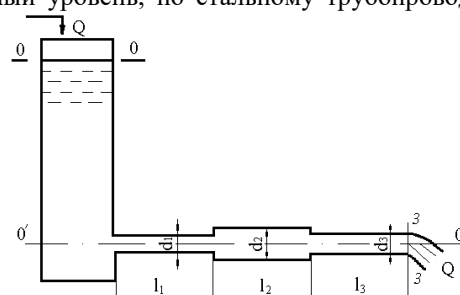

рис. 1
2. Из открытого резервуара, в котором поддерживается постоянный уровень, по стальному трубопроводу (эквивалентная шероховатость  $\Delta = 0,1$  мм), состоящая из труб разного диаметра  $d$  и различной длины  $l$  ( $d_1 = 50$  мм,  $l_1 = 5$  м,  $d_2 = 100$  мм,  $l_2 = 2,5$  м,  $d_3 = 75$  мм,  $l_3 = 3$  м) вытекает в атмосферу вода, расход которой  $Q = 10$  л/с, температура  $t = 60^\circ\text{C}$  (рис. 1).